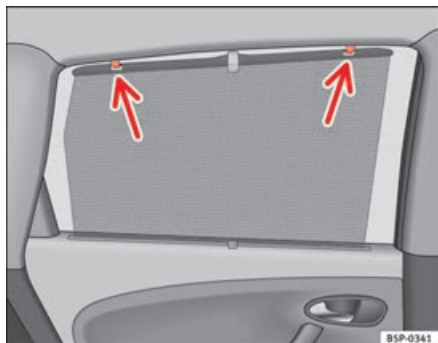

Fig. 85 Tendina porta posteriore
- Srotolare la tendina e fissarla ai ganci sul telaio superiore della porta ⇒ fig. 85. ■